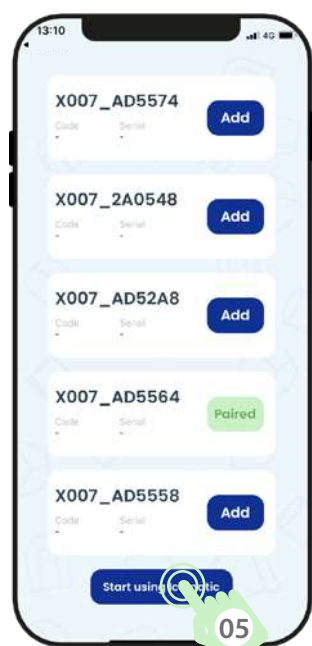
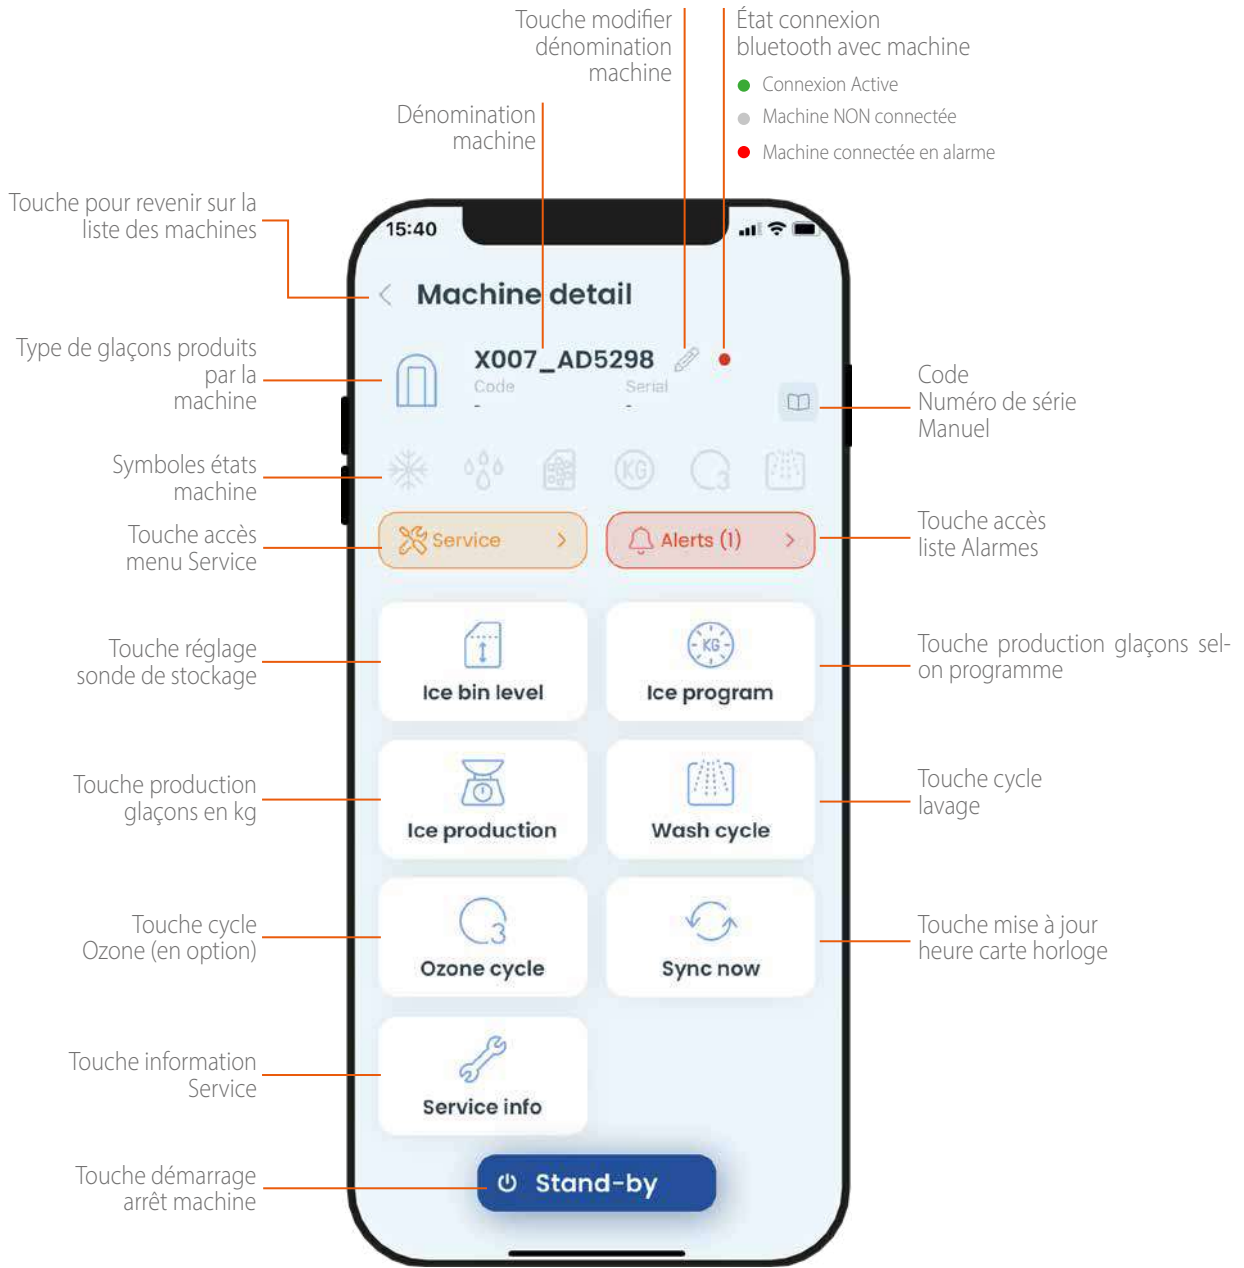

fig. 1.2e
fig. 1.2f
Une fois acquise, la machine sera automatiquement reconnue et l'état passera de ADD à PAIRED fig. 1.2e. À présent, pour accéder à la liste des machines connectées, appuyez sur la touche (05) et vous passerez à la liste de la fig. 1.2f. Pour accéder au menu client, pour contrôler la machine à glaçons, appuyez sur la machine concernée (06).